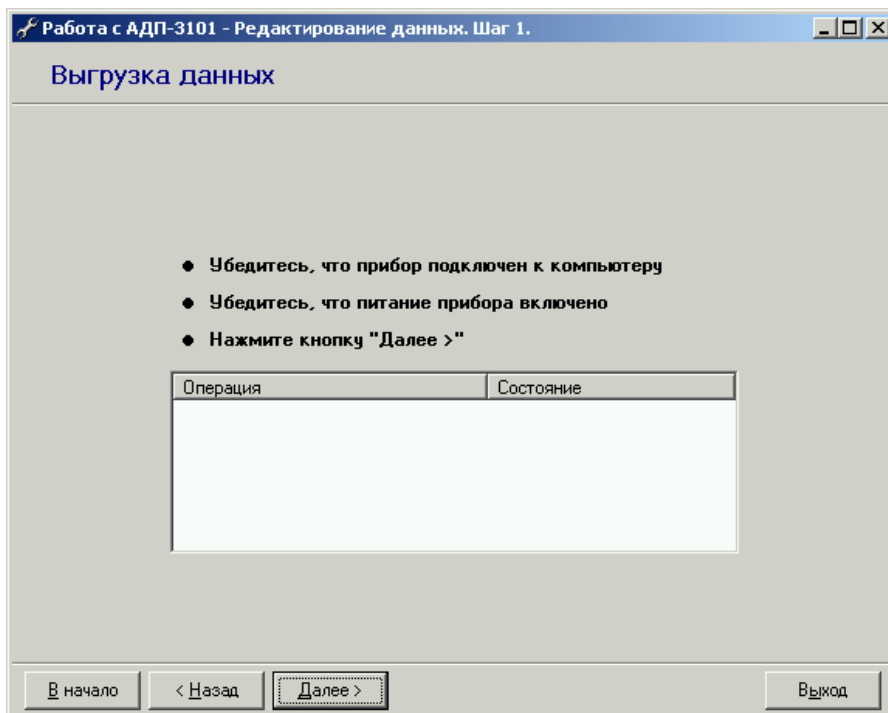
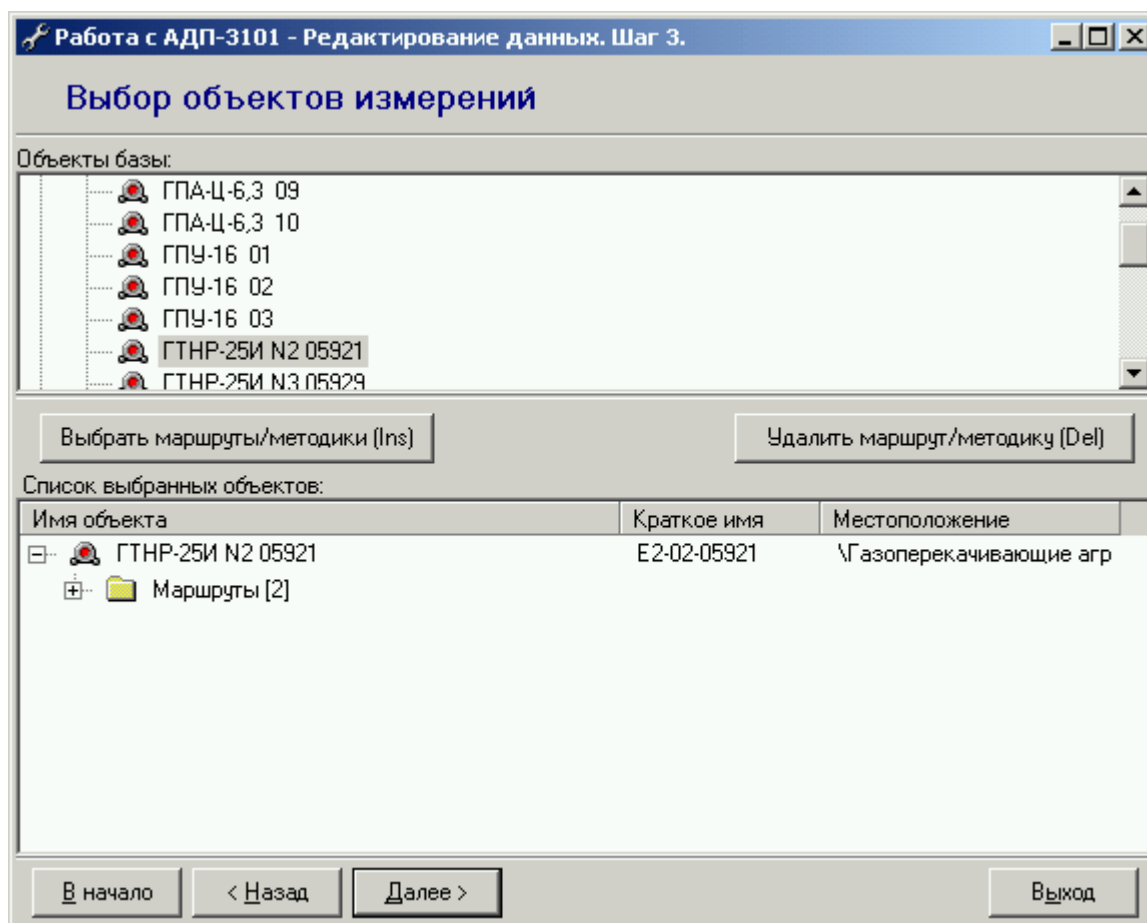

Рис. 26. Выгрузка данных из прибора
Рис. 27. Объекты измерения, присутствующие в задании прибора
Затем подключить прибор к USB порту компьютера и включить прибор. В окне "Выгрузка данных" (рис.26) нажать кнопку "**Далее >**" для выгрузки задания из АДП-3101. В случае успешной выгрузки задания из прибора, появится окно выбора объектов измерения (рис.27).
7.2 Пломбирование корпусов блоков измерения и индикации производится пломбирочными стикерами, которые наклеиваются на головку одного из винтов, стягивающих корпус прибора, и на головку одного из винтов крепления крышки аккумуляторного отсека (См. рисунок 26).